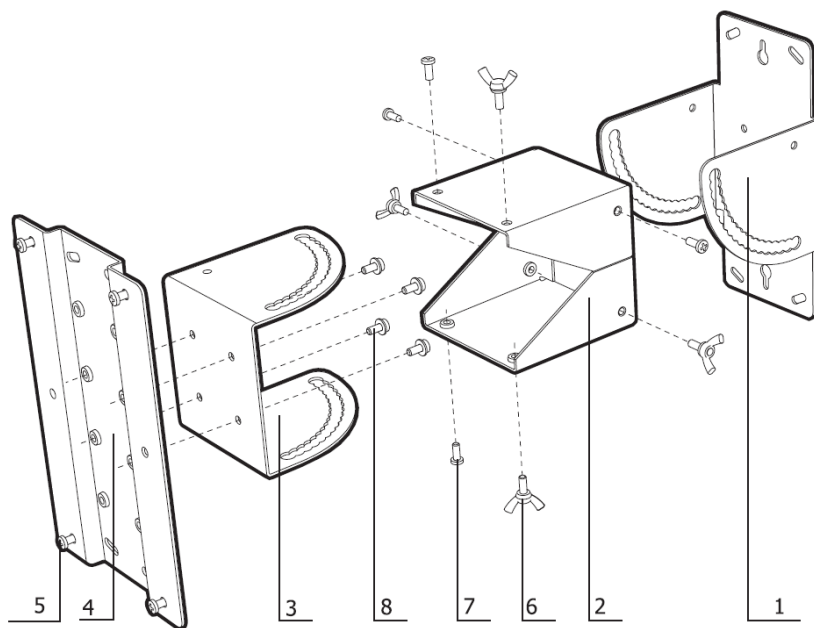
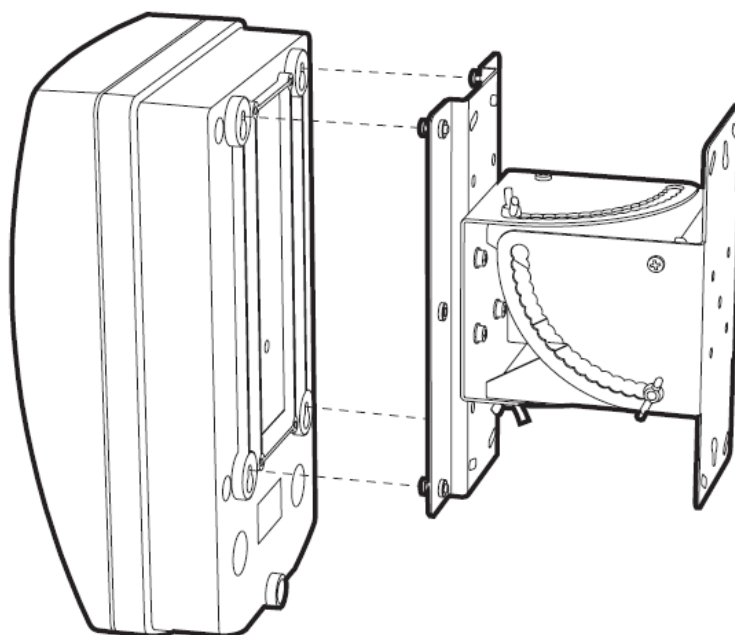

Рисунок 1
Рисунок 4
Конструкция кронштейна приведена на рис.1.
Выбор угла поворота кронштейна в горизонтальной плоскости осуществляется изменением положения скобы горизонтальной (3, рис.1) относительно основания (2, рис.1). Конструкция кронштейна предусматривает поворот в горизонтальной плоскости на угол до $+90^\circ$. При необходимости поворота в горизонтальной плоскости на угол до -90° необходимо отсоединить скобу горизонтальную
(3, рис.1) от основания (2, рис.1), перевернуть ее на 180° и собрать конструкцию, поменяв местами осевые винты и фиксирующие винты-барашки. Выбор позиции прибора в горизонтальной плоскости показан на рисунке 2.
Выбор угла поворота кронштейна в вертикальной плоскости осуществляется изменением положения скобы вертикальной (1, рис.1) относительно основания (2, рис.1). Конструкция кронштейна предусматривает поворот в вертикальной плоскости на угол до $+90^\circ$. При необходимости поворота в вертикальной плоскости на угол до -90° необходимо отсоединить скобу вертикальную (1, рис.1) от основания (2, рис.1), перевернуть ее на 180° и собрать конструкцию, поменяв местами осевые винты и фиксирующие винты-барашки. Выбор позиции прибора в вертикальной плоскости показан на рисунке 3.
- Установить БИП на монтажные винты (5, рис.1), и затянуть их внутри БИП (см. рис.4).
Примечание: если стена вертикальная, то допускается установка кронштейна без скобы вертикальной, и крепить основание (5, рис.1) непосредственно к стене.
- Переставить пластину монтажную (4, рис.1) таким образом, как показано на рисунке 5.
- Установить БИП на монтажные винты (5, рис.1), и затянуть их внутри БИП.
Примечание: если потолок горизонтальный, то допускается установка кронштейна без скобы вертикальной, и крепить основание (5, рис.1) непосредственно к потолку.
- Выкрутить винты монтажные (5, рис.1).
- Двумя из них прикрутить блок отражателей к пластине монтажной (4, рис.1), как показано на рисунке 6.
- Демонтировать пластину монтажную (4, рис.1), открутив крепежные винты (7, рис.1).
- Переставит пластину монтажную (4, рис.1) в положение, показанное на рисунке 8.